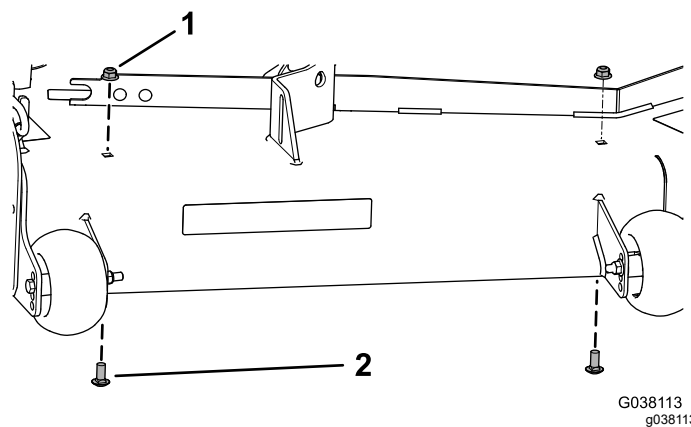

Figure 23
- Retirez les 2 écrous à embase (3/8") et les 2 boulons de carrosserie (3/8" x 7/8") existants du plateau de coupe (Figure 23).